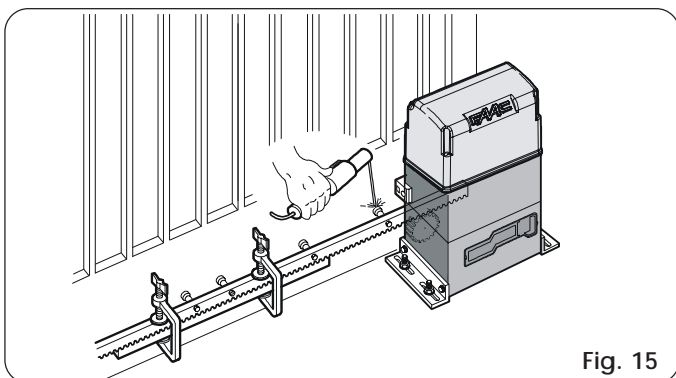

Fig. 15
- 5) Placer un autre élément de crémaillère à côté du précédent en utilisant, pour mettre en phase la denture des deux éléments, un élément de la crémaillère d'après la Fig. 15.
- 5) Rapprocher un autre élément de la crémaillère de l'élément précédent en utilisant, pour synchroniser la denture des deux éléments, une autre pièce de crémaillère comme illustré dans la Fig. 15.